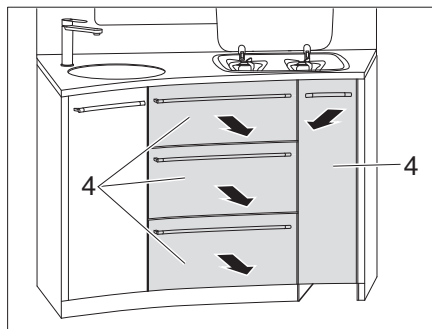

Bild 120 Ta ut kökslådor
- Ta ut kökslådor (Bild 120,4).